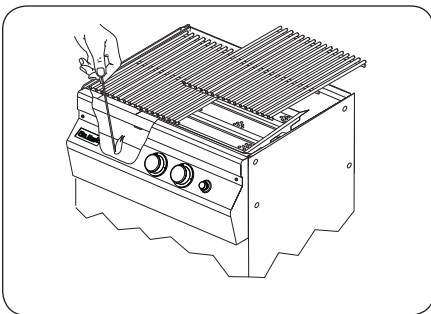

Fig. 16-3 - Éclairage manuel
RAPPELEZ-VOUS: POUR L'ÉCLAIRAGE MANUEL SÛR, PLACEZ Un ALLUMEUR BRÛLANT D'ALLUMETTE OU De BUTANE PRÈS Du BRÛLEUR - ALLUMEZ ALORS Le GAZ (Fig. 16-3).
2. Insérez un allumeur brûlant de butane de long-baril, une allumette brûlante de long-tige, ou une allumette brûlante tenue par un support de prolongation de fil (Fig.16-2) par les grilles à cuire au brûleur. (Fig.16-3). Pour des backburners, tenez la flamme contre le matériel perforé du backburner. Pour des sideburners, tenez la flamme contre le brûleur.